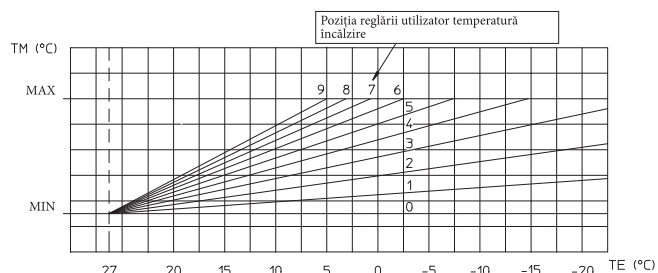

Fig. 1-8
Această sondă e racordabilă direct la instalația electrică a centralei și permite diminuarea automată a temperaturii maxime de tur în instalație în momentul creșterii temperaturii externe astfel încât să regleze căldura furnizată instalației în funcție de variația temperaturii externe. Sonda externă acționează întotdeauna când este legată indiferent de prezența sau de tipul de cronotermostat ambient utilizat. Corelarea între temperatura de tur la instalație și temperatura externă este determinată de poziția selectorului de pe tabloul de bord al centralei conform curbelor reprezentate în diagramă (Fig. 1-8). Racordul electric al sondei externe trebuie să se facă la bornele 38 și 39 pe fișa electronică a centralei (Fig. 3-2).
• **Funcționare cu sondă externă opțional (IV).** În caz de instalație cu sonda externă opțională temperatura de tur a centralei pentru încălzire ambient este controlată de sonda externă în funcție de temperatura externă măsurată. (Parag. 1.6). Se poate modifica temperatura de tur alegând curba de funcționare cu butoanele (5 și 6) selectând o valoare cuprinsă între "0 și 9" (Fig. 1-8).